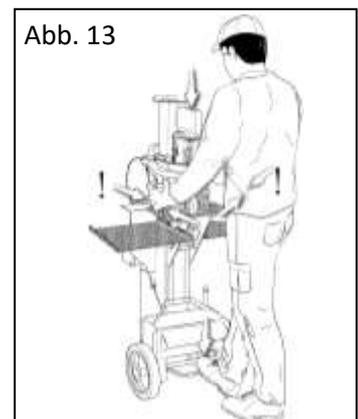

Abb. 13
Außerdem wurde das Gerät für die Bedienung durch nur eine Person ausgelegt, die immer vor den Bedienungshebeln des Holzspalters stehen muss. (Abb. 13)
3. **Arbeitsschritt:** Bei weiterhin gedrücktem Pedal, die Hände vom Holzstück nehmen (das jetzt durch den Spaltkeil festgehalten wird) und damit die beiden Bedienungshebel (Abb. 13) gleichzeitig betätigen.